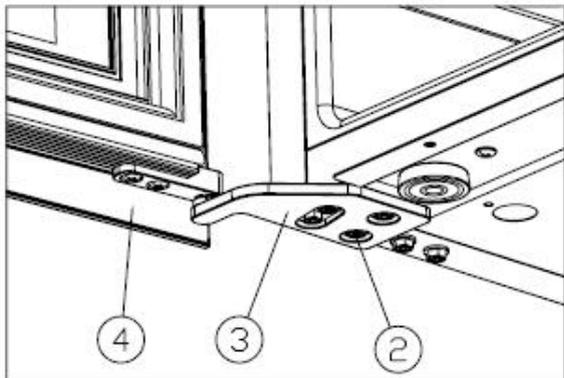

Abb. 5
- ✧ Das obere Scharnier montieren ③ und die M5\*16-Schrauben anziehen ②.[Abb. 5]